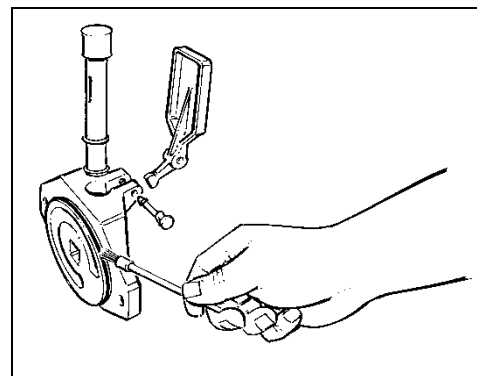

Abb. 18
- Die Dichtungen des frontalen Flanschs sorgfältig schmieren (Abb.18).